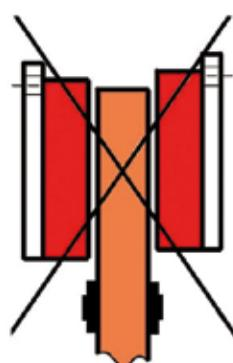
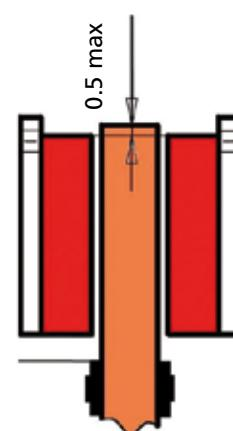

Fig. 4
Fig. 5
- The pads must not protrude from the disc; the disc may protrude from the pads by 0,5 mm. MAX (see fig. 4 and fig. 5); to obtain the correct positioning of the caliper, as described above, it can be moved relative to the fork by using the existing clearance between the fixing holes and the caliper bolts.
- Le pastiglie, una volta montate, non devono fuoriuscire oltre il diametro esterno del disco bensì starne al di sotto di circa 0,5 mm. Per ottenere questa posizione si sfrutta il gioco esistente tra i bulloni di fissaggio ed i fori sul supporto (vedi figure 4/5).